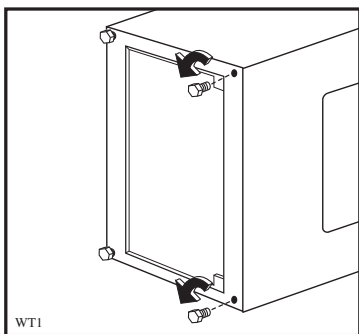
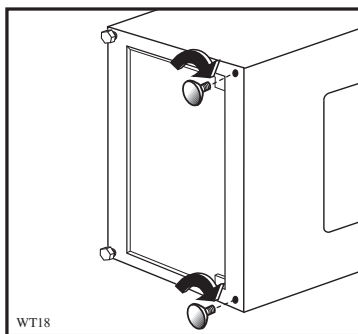

Fig 1
Fig 1a
- Enlever les petits pieds de devant (fig. 1) et les remplacer par des petits pieds correspondants en caoutchouc (fig. 1a).